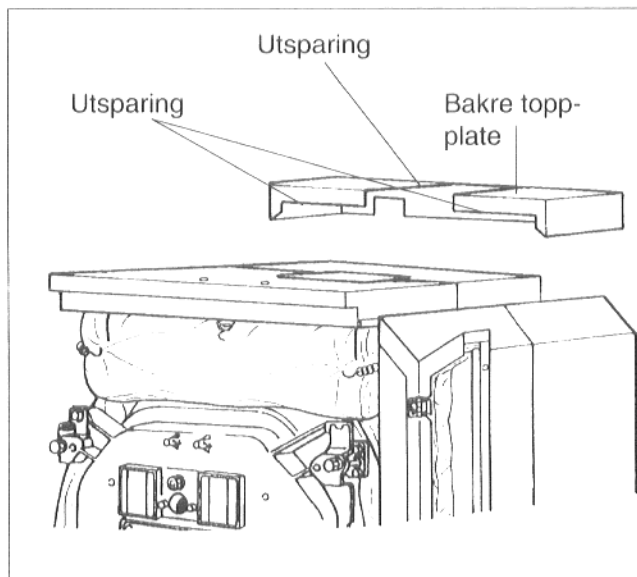

Fig. 41
- Bakre topp-plate har utsparinger for turledning i platens forkant, legges på sideveggene (Fig. 41).